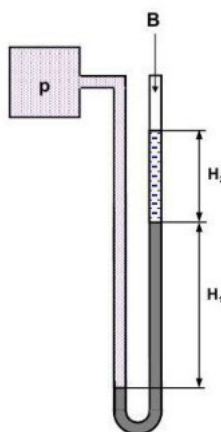

Рис. 1
5. Для определения давления газа к сосуду подключен U-образный ртутный манометр (рис.1). Высота столба ртути  $H_1=500$  мм. Над ртутью в правом колене находится вода. Высота водяного столба  $H_2=200$  мм. Барометрическое давление  $V_0=742$  мм рт.ст. Определить абсолютное давление газа в сосуде в миллиметрах ртутного столба и в барах.